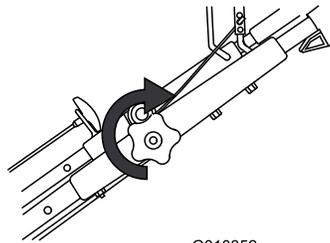

Figure 18
3. Serrez le bouton de la partie supérieure du guidon autant que possible (Figure 18).